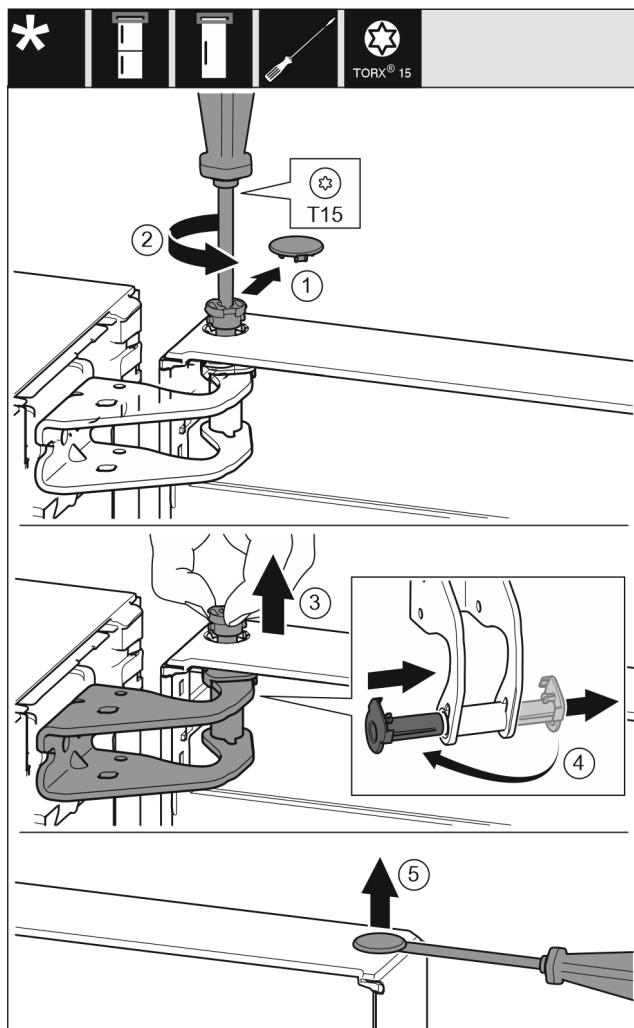

Fig. 9
- Atsargiai nutraukite apsauginę dengiamąją plokštelynę. Fig. 9 (1)
- Šiek tiek išsukite varžtus atsuktuvu T15. Fig. 9 (2)
- Tvirtai laikykite duris ir ištraukite varžtą pirštais. Fig. 9 (3)
- Ištraukite guolio įvorę iš kreipiamosios. Istatykite iš kitos pusės ir užfiksuojite. Fig. 9 (4)
- Kaištį atsargiai pakelkite išdrožiniu atsuktuvu iš durų guolio įvorės ir ji ištraukite. Fig. 9 (5)